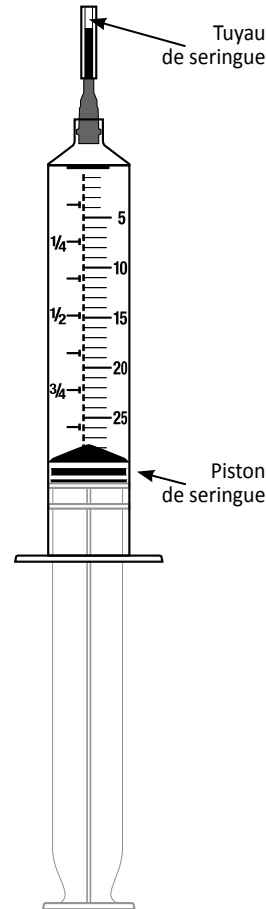

Figure 1.
3. Placer le bord avant du piston de la seringue sur le bord arrière du repère de 30 ml (voir Figure 1).